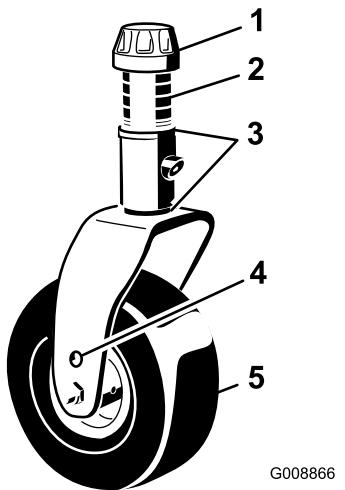

Figure 128
- Enlevez le chapeau de tension de l'axe de pivot et sortez l'axe du bras pivotant (Figure 128).
Retirez le chapeau de tension et la chape pivotante (Figure 128).